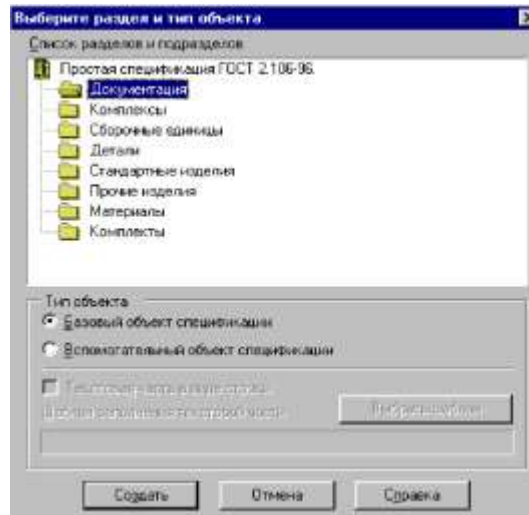

Рисунок 10.13 –Создание раздела Документация
2. В диалоговом окне Выберите раздел и тип объекта сделайте текущим раздел Документация и щелкните на кнопке Создать (рисунок 10.13).